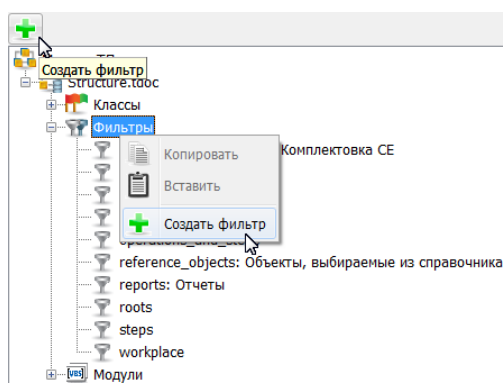

Рис. 10.20. Создание нового фильтра
- в дереве модели установить курсор на раздел *Фильтры* и нажать кнопку **Создать фильтр** на инструментальной панели приложения или вызвать команду из контекстного меню (Рис. 10.20);